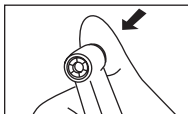

Fig. 1
(1) ANBRINGEN
- Zum Öffnen der Spannvorrichtung den Druckknopf betätigen. (Abb. 1)